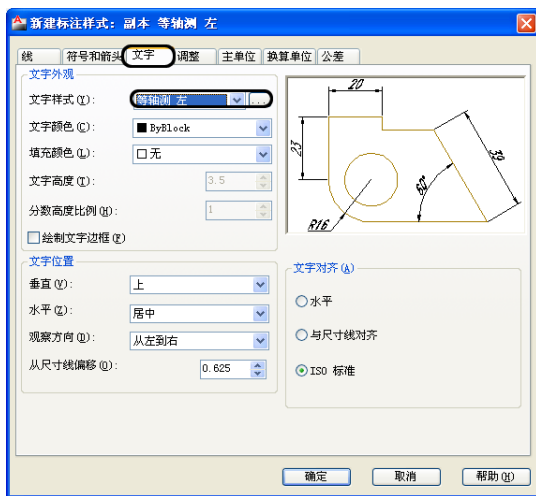

图 14.109 设置标注样式
(2) 执行【格式】/【标注样式】命令, 新建标注样式【等轴测 左】, 设置文字选项卡中文字样式为【等轴测 左】, 如图 14.109 所示。